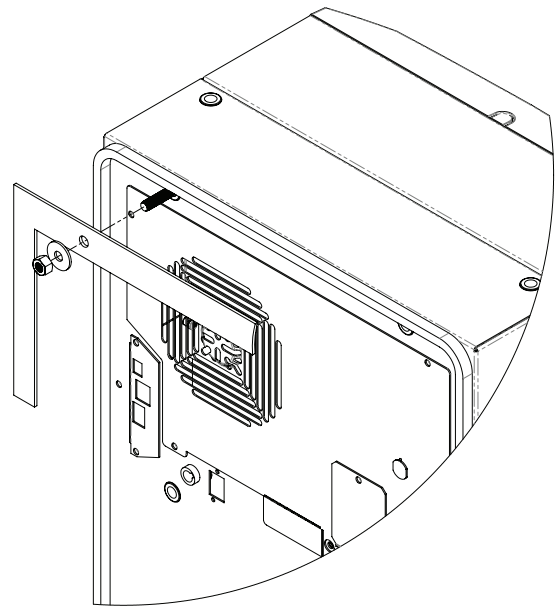

Abbildung 2
2. Befestigen Sie die mitgelieferten Fixierstifte an den entsprechenden Blindmuttern an der Rückplatte (siehe Abbildung 2).